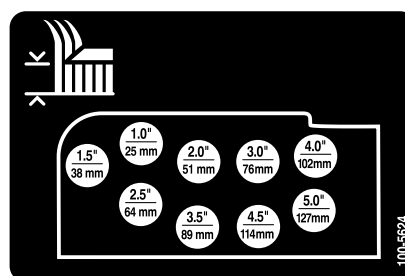

Figura 25
10. Montate le catene dell'altezza di taglio nel foro dell'altezza di taglio desiderata usando il perno con testa e la coppiglia (Figura 25).